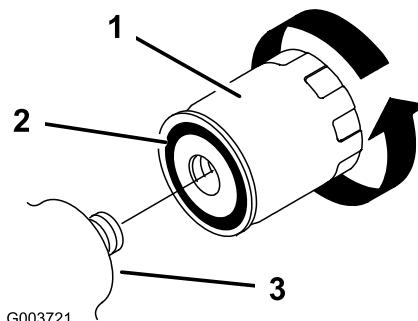

Рисунок 35
- Снимите старый фильтр (Рисунок 35) и начисто протрите поверхность переходника фильтра.
- Нанесите тонкий слой гидравлической жидкости на резиновую прокладку нового фильтра (Рисунок 35).
- Установите новый фильтр гидравлической системы в переходник фильтра (Рисунок 35). Поверните фильтр гидравлической системы по часовой стрелке так, чтобы резиновая прокладка соприкоснулась с переходником фильтра, после этого затяните фильтр, повернув его еще на 1/2 оборота.